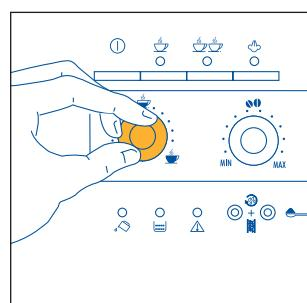

Fig. 8
- 3) Reguler bryteren til venstre (fig. 8) for å stille inn ønsket mengde kaffe. Jo mer du vrir med urviserne, desto mer kaffe får du. Ved første gangs bruk må du prøve deg fram ved å lage flere kopper kaffe for å finne ut riktig innstilling av bryteren.